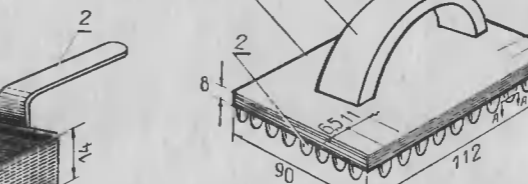

Рис. 16
**Маркер для кукурузы (рис. 16).** Состоит из пластины **1** и пятидесяти зубьев **2**, расположенных своей длинной стороной перпендикулярно наибольшей стороне пластины.